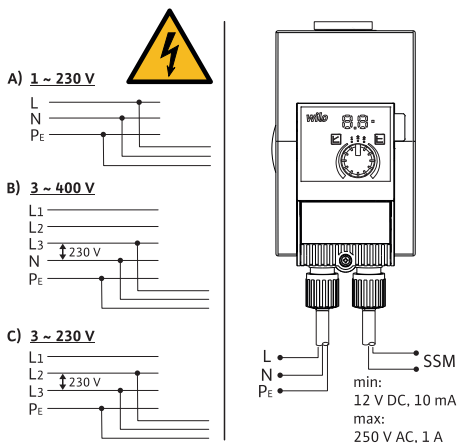

Fig. 3: Liitäntämahdollisuudet
- Liitäntä 230 V:n pienjänniteverkkoihin. Liitettäessä IT-verkkoihin (Isolé Terre -verkkomuoto) on ehdottomasti varmistettava, että vaiheiden (L1-L2, L2-L3, L3-L1 → Fig. 3) välinen jännite ei ylitä 230:tä voltia.